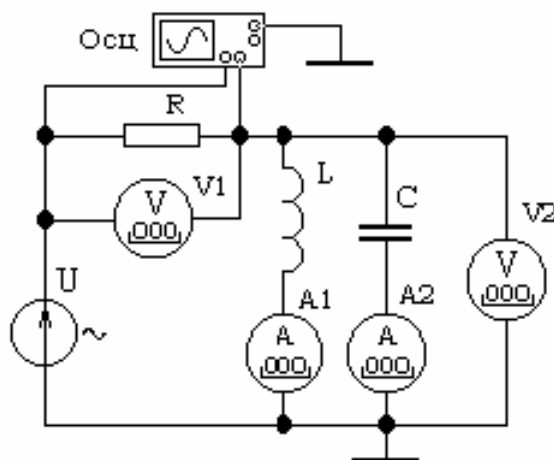

Рис. 7 - Параллельный колебательный контур
Рассчитайте резонансную частоту  $f_0$  и запишите выражения для токов и напряжений для элементов схемы рис. 7. Варианты заданий приведены ниже.
1. Соберите схему в соответствии с рис. 7.